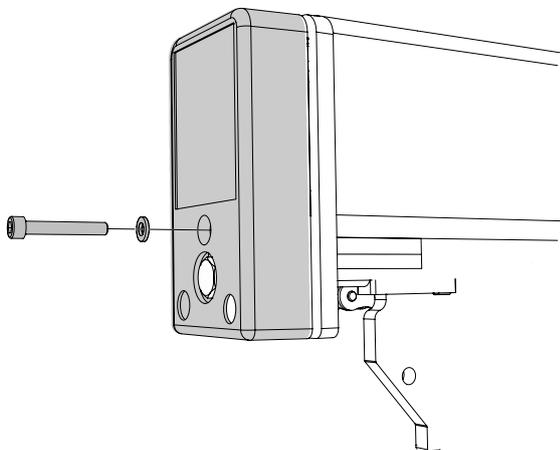

Figure 25. Couvercle d'extrémité du profilé du tube porteur
5. Amenez avec précaution le bras de levage à hauteur du plateau en fonction des dimensions X et Y actuelles. Voir figure 25